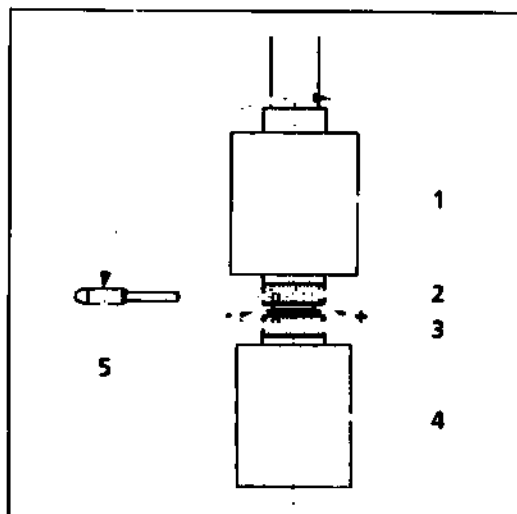

Рисунок 3-11. Установка момента трения
(1) Регулировка по горизонтали
- Поставьте приводную ручку для регулировки по горизонтали (рисунок 3-11/4) в нижнее положение.
- Извлеките установочный штифт (рисунок 3-11/5) из приводной ручки для регулировки по горизонтали (рисунок 3-11/1) и вставьте в одно из отверстий нижней гайки (рисунок 3-11/3).
- Удерживайте приводную ручку для регулировки по горизонтали (рисунок 3-11/4) и поверните гайку с установочным штифтом по часовой стрелке (малый момент трения: -) или против часовой стрелки (большой момент трения: +) до тех пор, пока не достигнете желаемой свободы перемещения (рисунок 3-11).
(2) Регулировка по вертикали
- Поставьте приводную ручку для регулировки по вертикали (рисунок 3-11/4) в верхнее положение.
- Вставьте установочный штифт (рисунок 3-11/5) в отверстие в верхней гайке (рисунок 3-11/2).
- Удерживайте приводную ручку для регулировки по вертикали (рисунок 3-11/1) и поверните гайку с установочным штифтом по часовой стрелке (малый момент трения: -) или против часовой стрелки (большой момент трения: +) до тех пор, пока не достигнете желаемой свободы перемещения (рисунок 3-11).
- Повторно вставьте установочный штифт в приводную ручку для регулировки по вертикали (рисунок 3-11/1).